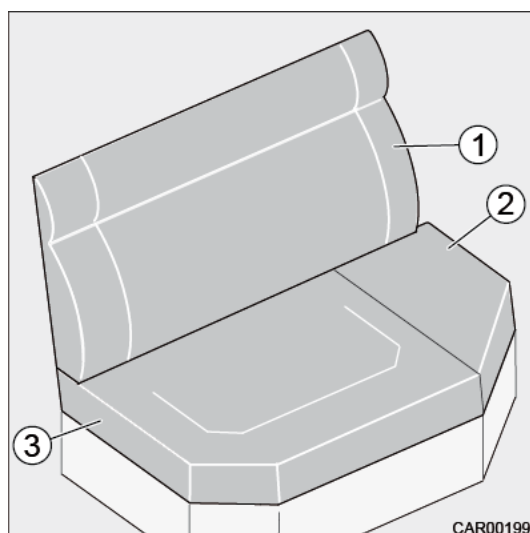

Fig. 21 Transformation de la banquette latérale
1. Enlever le coussin dossier (Fig. 21/1).
2. Enlever le coussin amovible (Fig. 21/2) du coussin d'assise (Fig. 21/3) et le ranger.